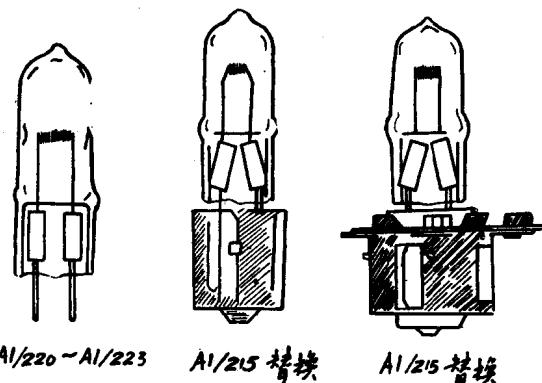

图1 英国G. E. C. 生产的卤钨放映灯
G. E. C. 为8mm影片放映机和35mm移动式放映机设计新的和替换式的卤钨放映灯，如图1和表1所示。